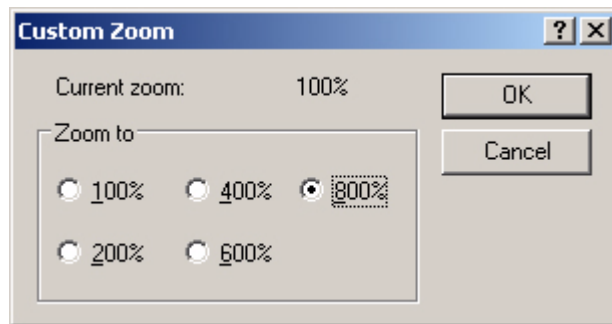

Figure 5-68: Personnaliser Zoomer
- 2 Allez à *Visualiser > Zoomer > Personnaliser*. La boîte de dialogue *Personnaliser Zommer* (consulter Figure 5-68 à la page 5-83)